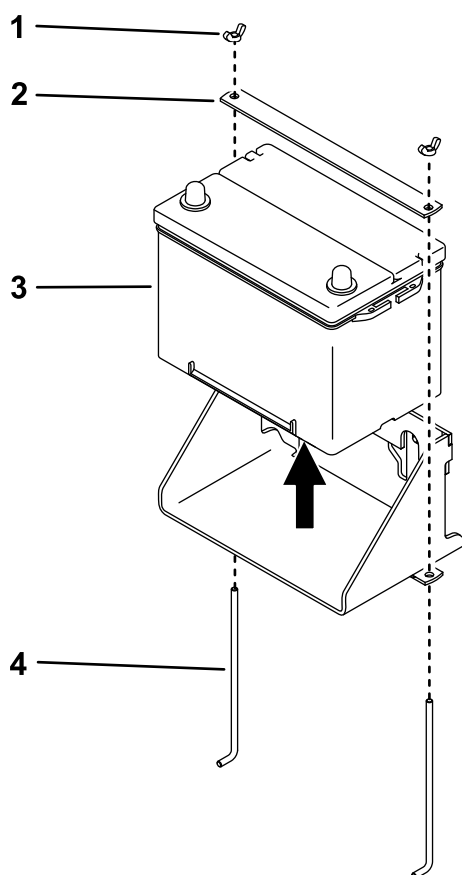

Figure 7
- Enlevez et conservez les 2 écrous à oreilles. Déposez la barrette et les 2 tiges de maintien et mettez-les au rebut (Figure 7).
1. Installez la batterie de rechange à l'aide de la barrette et des 2 tiges de maintien fournies dans le kit, ainsi que des 2 écrous à oreilles que vous avez retirés précédemment, comme montré à la Figure 7.